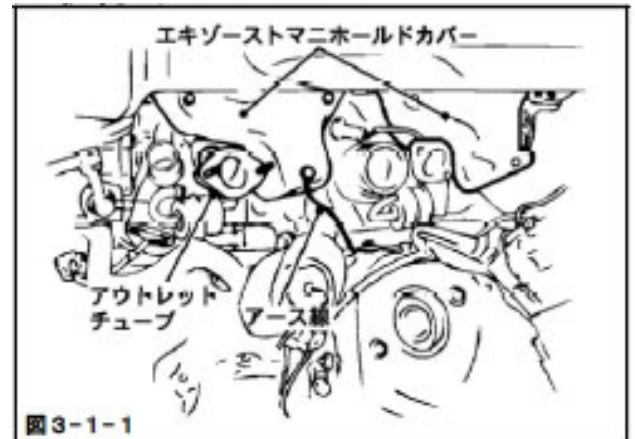

図 3-1-1
(図 3-1-1)
- (1) ノーマルガasketを再使用して、アウトレットチューブをフロントのターボチャージャ Assy に取付けてください。(図 3-1-1)